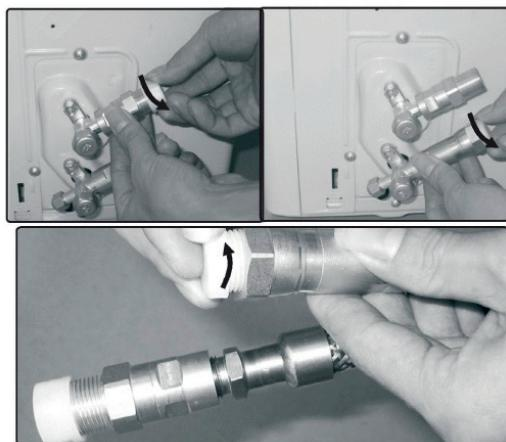

Fig. 6.2
2. Entfernen Sie die Plastikpropfen vom Außengerät und von den entsprechenden Kältemittelleitungen erst unmittelbar vor dem Anschluss (Abb. 6.2).